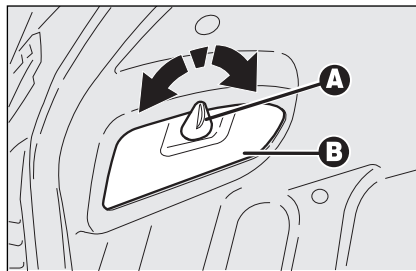

fig. 33
- draai **A-fig. 33**, zodat het klepje **B** opent;
- sluit het klepje **B-fig. 33**.